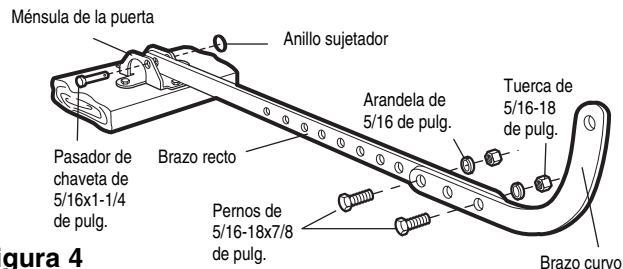

Figura 4
1. Arme el brazo de la puerta, Figura 4: